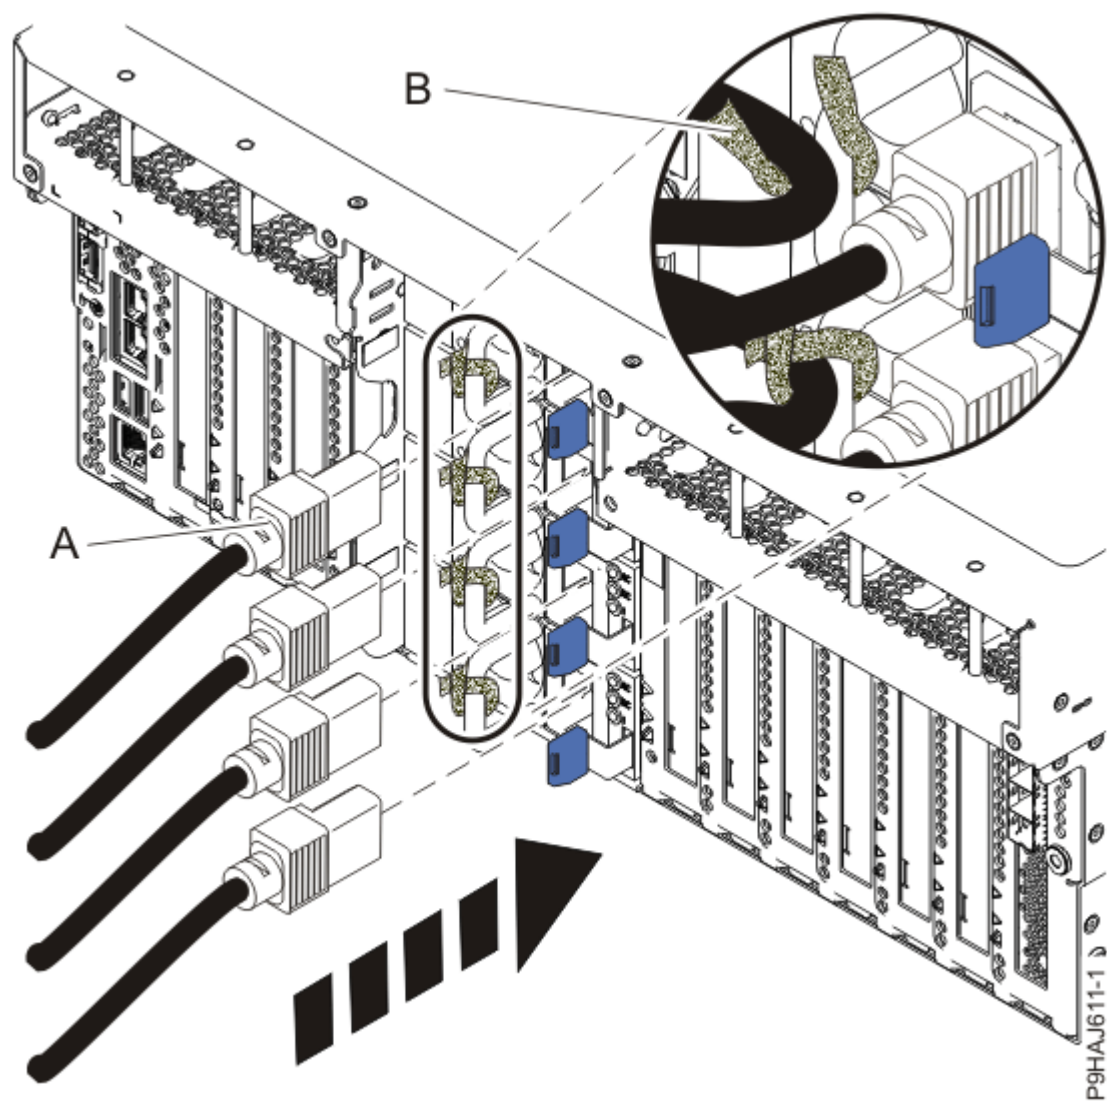
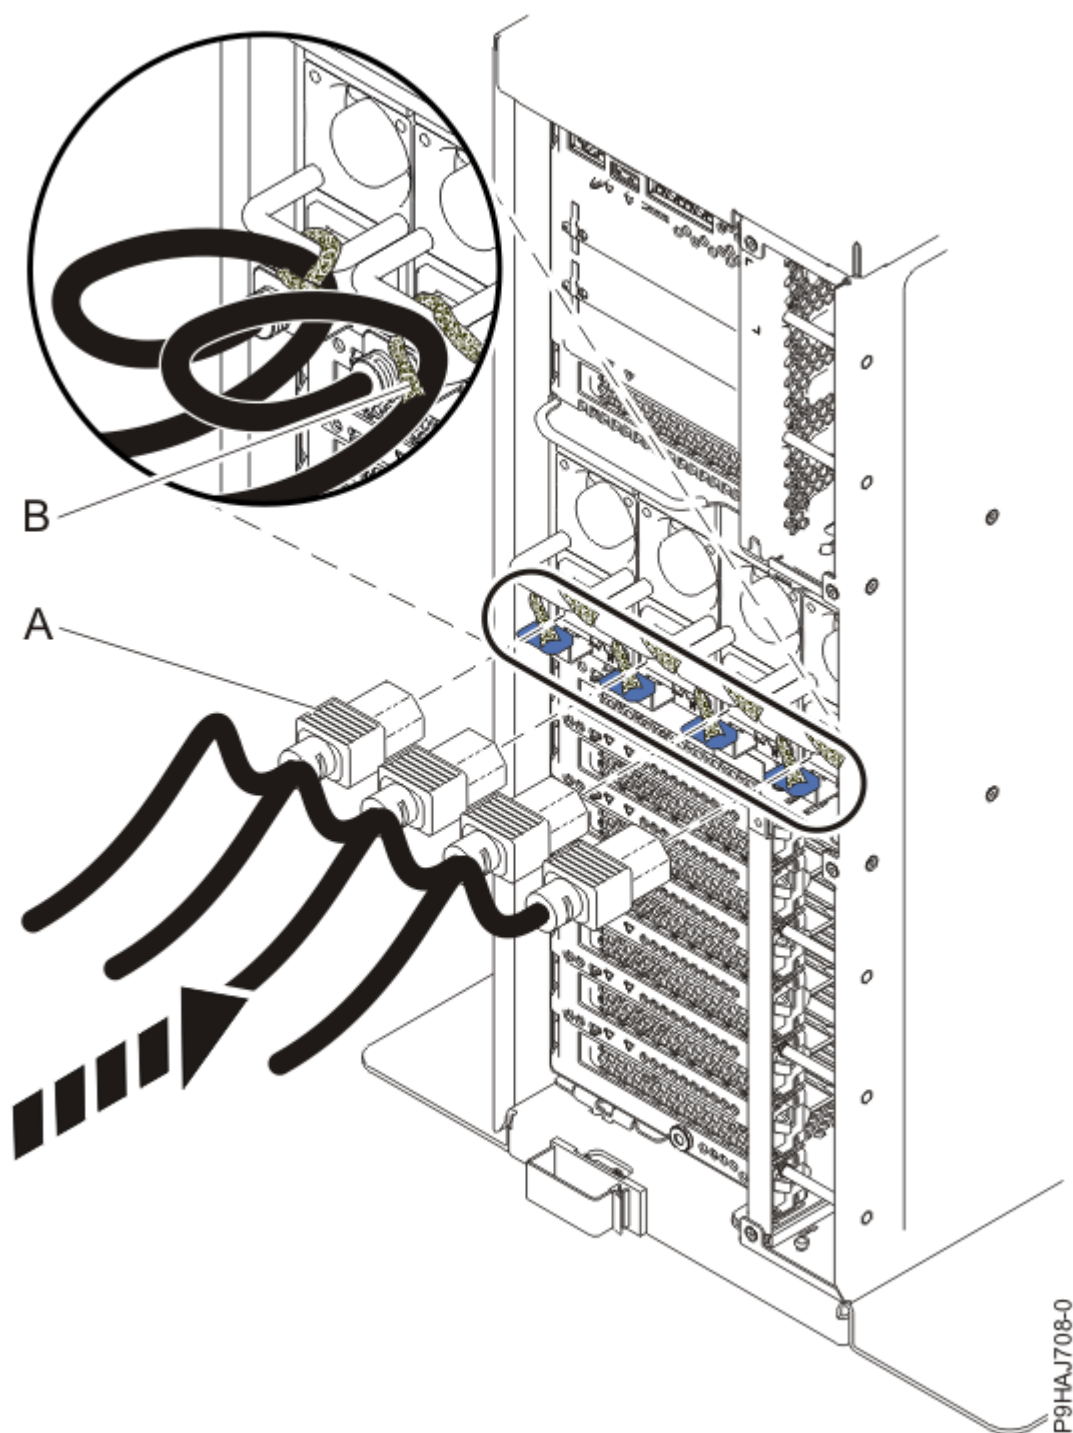

Figura 93. Connexió dels cables d'alimentació en un sistema muntat en bastidor
Figura 94. Connexió dels cables d'alimentació en un sistema autònom
7. Mitjançant les etiquetes, torneu a connectar els cables d'alimentació **(A)** a la unitat del sistema. Colleu els cables d'alimentació **(A)** al sistema utilitzant les brides **(B)**, tal com es mostra a Figura 93 a la pàgina 98 o Figura 94 a la pàgina 99.